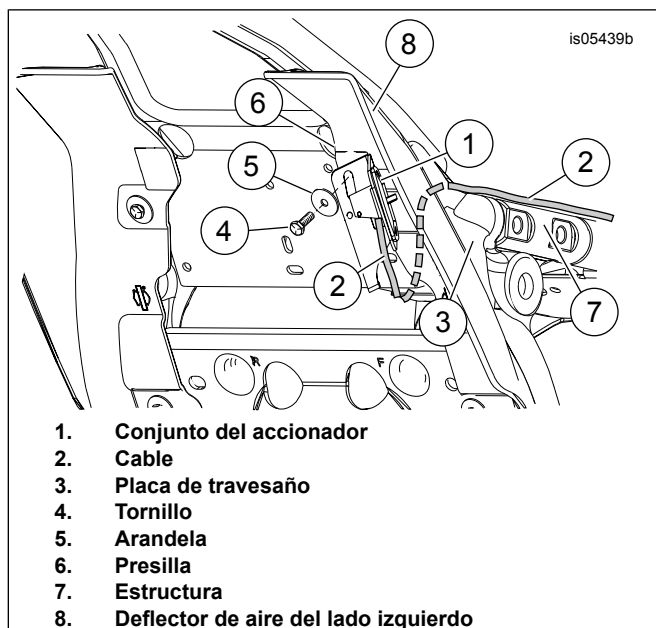

Figura 9. Instalar el conjunto del accionador con el deflector de aire montado en medio de la estructura
12. **Modelos con el deflector de aire montado en medio de la estructura:** Consulte Figura 9.
a. Deslice el lado plano del conjunto del accionador (1) detrás de los cables de las bujías.
c. Asegure con tornillo (4) y arandela (5). Ajuste.